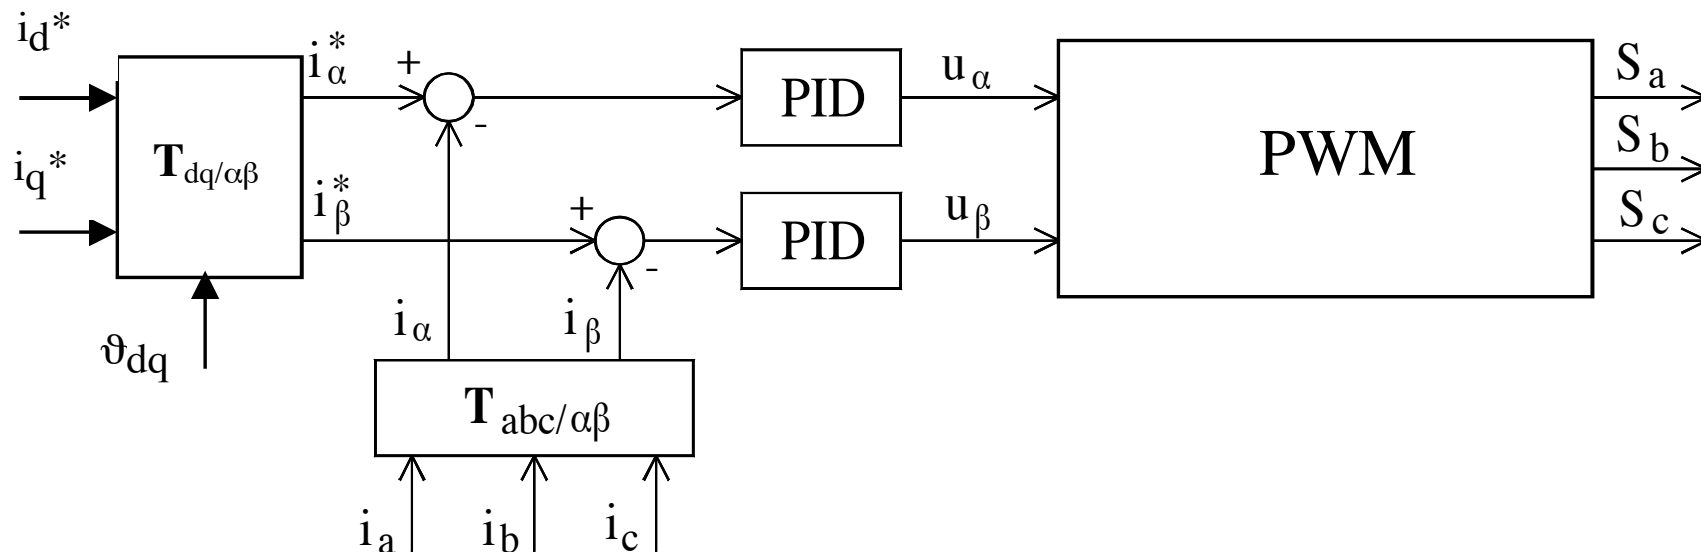

Fig.6.2.2 - Controllo di corrente in $\alpha\beta$ con PID
6.2.2 Controllo in α - β con regolatori PID - Uno schema alternativo a quello precedente è riportato in Fig.6.2.2.